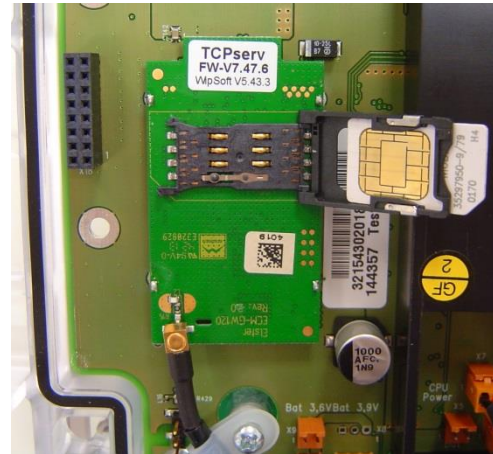

Abb. 8: eingelegte SIM-Karte
- Schieben Sie die SIM-Karte so in das Kartenfach (in den Deckel) ein, dass die vergoldeten Kontakte bei geschlossenem Fach nach unten zeigen und die abgeschrägte Ecke auf der geöffneten Seite des Deckels bleibt (⇒ Abb. 8).